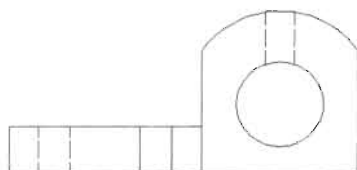

图 10-157
(17) 对虚线进行修剪, 然后删除辅助线, 完成主视图的绘制工作, 结果如图 10-157 所示。